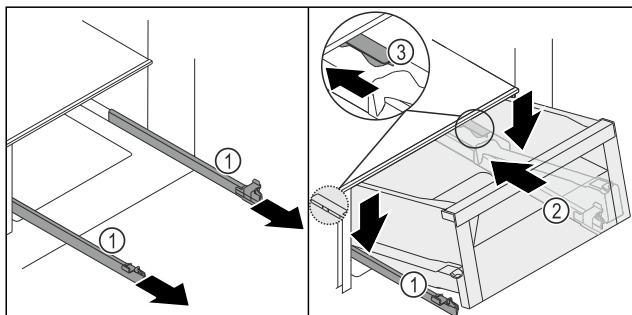
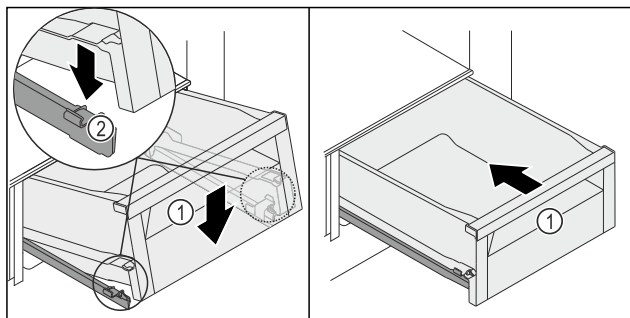

Fig. 211
Fig. 212
- ▶ Turiet slides *Fig. 211 (1)* un no augšas uzlieciet atvilktni *Fig. 211 (2)* aiz aizmugures *Fig. 211 (3)* uz sliedēm *Fig. 211 (1)*.
- ▶ Bīdiet atvilktni *Fig. 211 (2)* uz sliedēm *Fig. 211 (1)* līdz tā atdurās pret aizmuguri.
- ▶ Nolaidiet lejā atvilktnes *Fig. 211 (2)* priekšējo daļu, lai atvilktnē ieslīdētu pa kreisi un labi esošajās spailēs *Fig. 212 (2)*.
- ▶ Atvilktnē *Fig. 212 (1)* nofiksējas ar dzirdamu skaņu.
- ▶ Iebīdiet atvilktni *Fig. 212 (1)*.